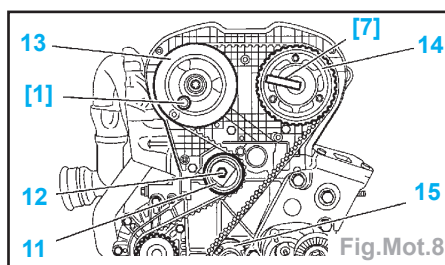

Fig.Mot.8
- Piger les poulies d'arbre à cames (13) et (14) à l'aide des outils [1] et [7] (Fig.Mot.8).